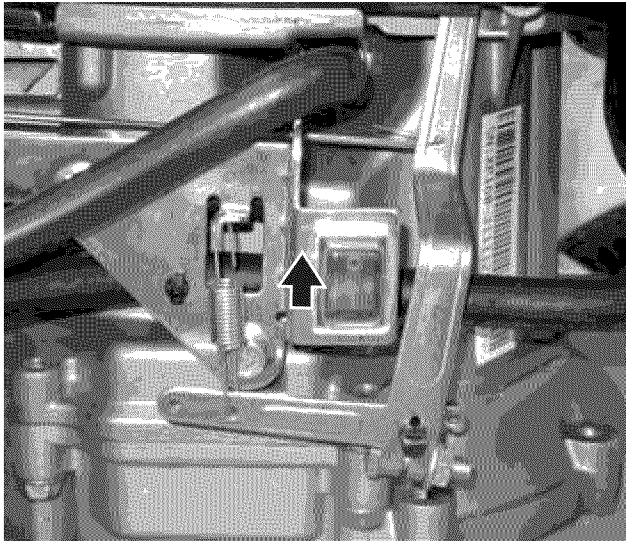

Figura 38 – Interruptor de parada del motor Posición OFF (APAGADO)
2. Mueva el interruptor de parada del motor hacia arriba hasta la posición **OFF (APAGADO) (O)** (Ver Figura 38).